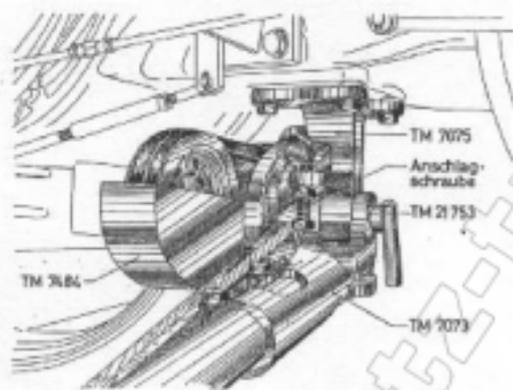
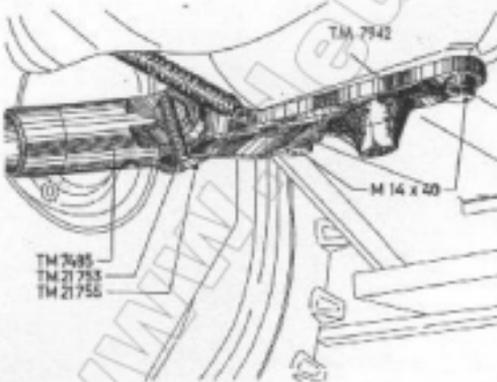

Abb. 10
Abb. 11
7. Die kpl. montierte vordere Abstützung wird am Lagerkopf TM 7073 durch den Lagerbolzen TM 21753 mit der vorderen Lagerplatte TM 7075 verbunden und durch den Klappsplint TM 21755 gesichert (Abb. 10).
8. Dann wird das hintere Tragrohr am Lagerkopf TM 7485 mit der hinteren Lagerplatte TM 7942 durch Einstecken des Lagerbolzens TM 21753 verbunden und durch den Klappsplint TM 21755 gesichert (Abb. 11). Hierbei ist es zweckmäßig, die beiden Befestigungsschrauben M 14 x 40 der hinteren Lagerplatte TM 7942 etwas zu lösen, um die Flucht des Lagerbolzens korrigieren zu können.
Zu diesem Zweck sind zuerst die Sechskantschrauben an dem Lagerkopf TM 7073 des vorderen Tragrohres (Abb. 10) und die Sechskantschrauben am Lagerkopf TM 7485 des hinteren Tragrohres (Abb. 11) zu lösen, so daß eine Längseinstellung der Tragrohre vorgenommen werden kann.